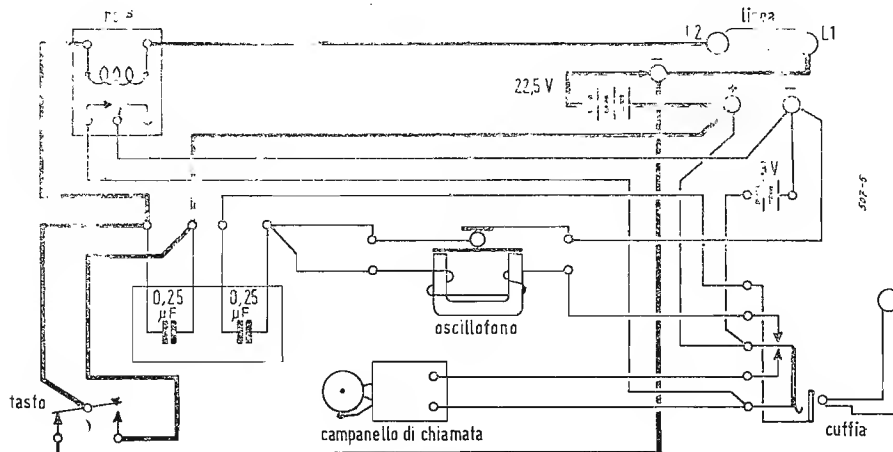

Fig. 1 - Schema elettrico del telegrafo campale TG5A.
- assoluta robustezza, sicurezza di funzionamento ed assenza di parti di riserva dato che il tono a 1000 Hz è generato senza l'intervento di tubi termionici e con pochi componenti secondo uno schema semplicissimo (vedi fig. 1).